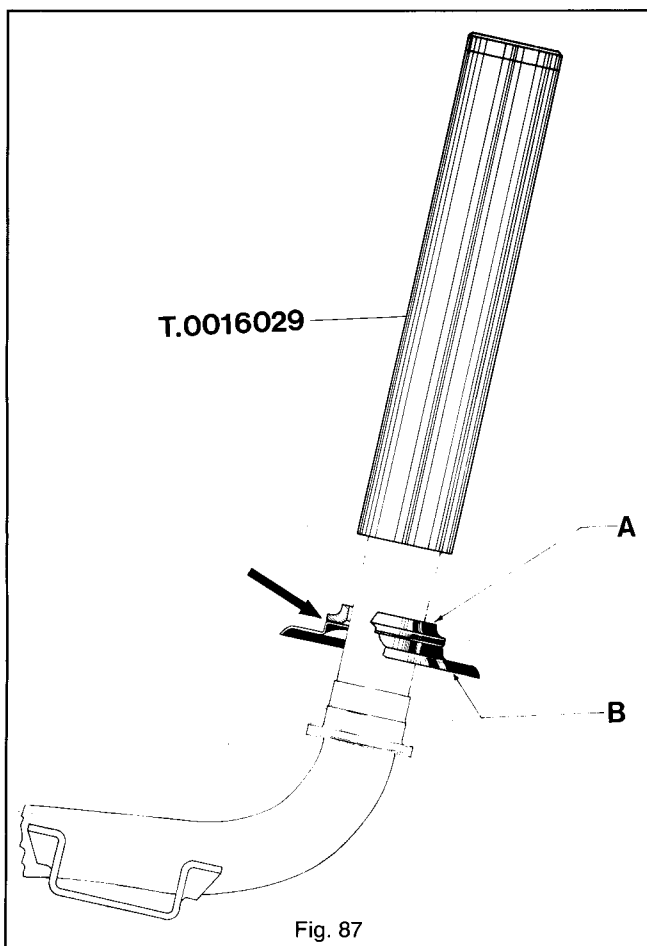

Fig. 87
**Fig. 87 - Sede inferiore del cuscinetto inferiore tubo sterzo:** Introdurre sul tubo sterzo il parapolvere «A» e la sede «B» quindi con l'attrezzo T. 0016029 spingere (mediante colpi di mazzuolo) fino a portare a battuta il gruppo sede - para-polvere, togliere a questo punto l'attrezzo e montare le sfere (n. 20) sulla sede preventivamente ingrassata con grasso **IP Autogrease LZ o FIAT Z2**.